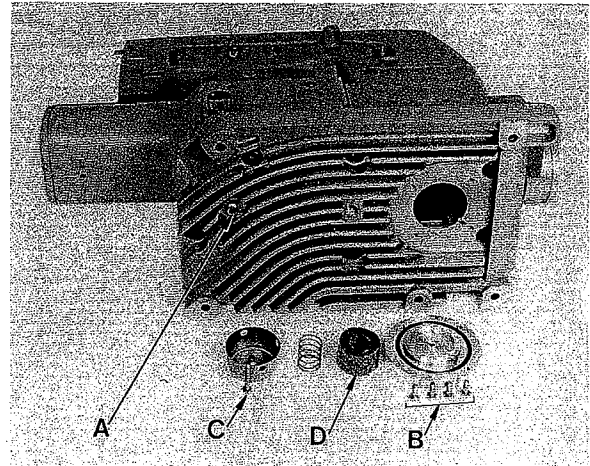
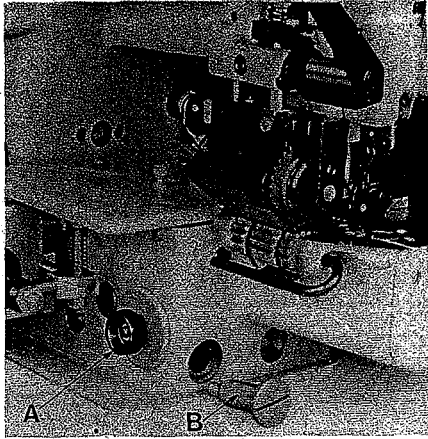

Fig. 8
Fig. 9
The main oil filter (D, Fig. 8) and the oil filter (B, Fig. 9) have to be cleaned in petroleum at every oil change.
The main oil filter (D, Fig. 8) is accessible by loosening screw (B) and (C). The oil filter (B, Fig. 9) can be removed by turning it counter clockwise.
For the daily cleaning of machine, remove the cover (A, Fig. 9).
Der Hauptölfilter (D, Fig. 8) und der Ölfilter (B, Fig. 9) müssen bei jedem Ölwechsel in Petroleum gereinigt werden.
Der Hauptölfilter (D, Fig. 8) ist nach Lösen der Schrauben (B) und (C) zugänglich. Der Ölfilter (B, Fig. 9) wird durch Drehen im Gegenuhrzeigersinn entfernt.
Für die tägliche Reinigung der Maschine entfernen Sie den Verschluss-Stopfen (A, Fig. 9).